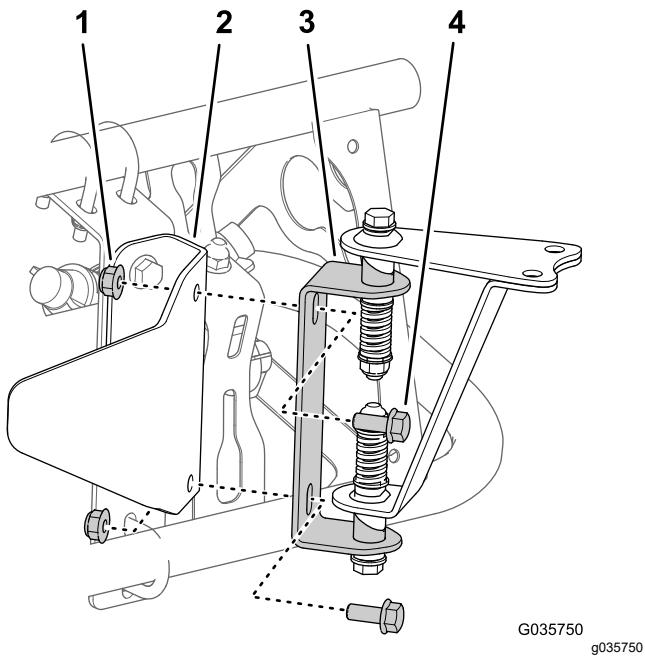
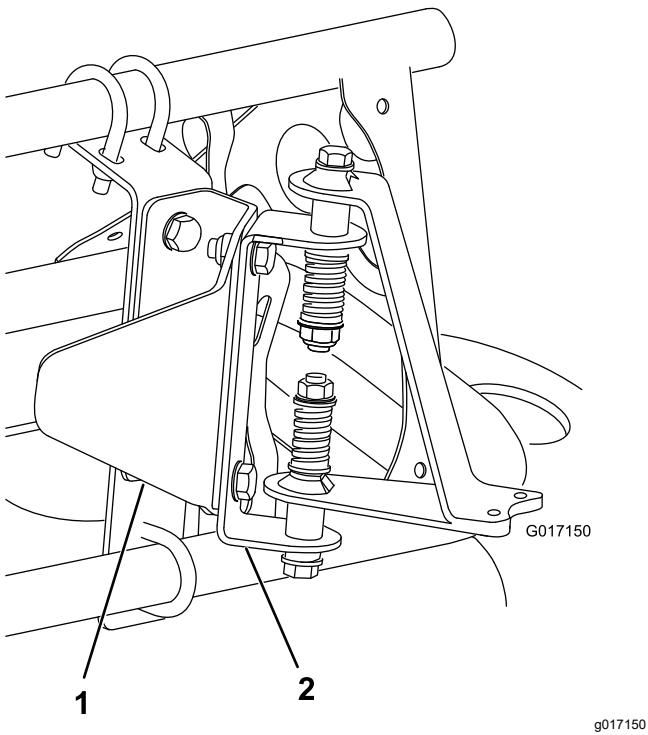

Figure 18
Figure 19
- Fixez les éléments de montage du capteur sur le support de protection à l'aide de 2 boulons (5/16" x 3/4") et 2 contre-écrous (5/16"), comme montré à la Figure 18 (pour une rampe découverte) ou à la Figure 19 (pour une rampe couverte).